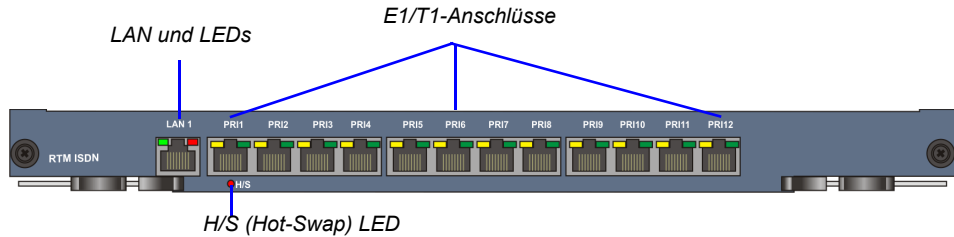

Abbildung 1-12 RMX 4000 Layout der RTM ISDN-Rückplatte
- 7 E1- oder 9 T1 PRI-Leitungen, die auf einen beliebigen der 12 Anschlüsse gesteckt werden können, wie in Abbildung 1-12 gezeigt